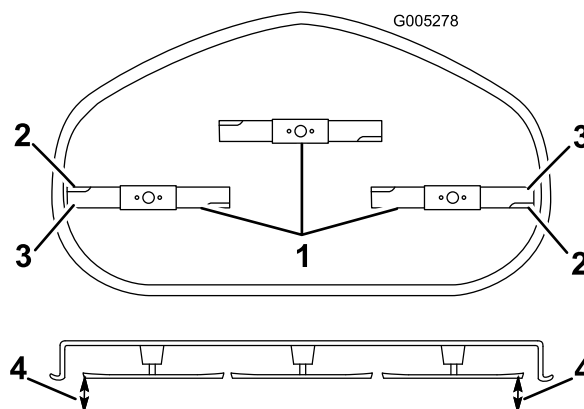

Figura 43
5. Gire cuidadosamente la(s) cuchilla(s) colocándola(s) perpendicularmente al sentido de avance de la máquina (Figura 43). Si hay una diferencia de más de 5 mm entre ambas dimensiones, se requiere un ajuste; siga con este procedimiento.
6. Mida entre los bordes de corte exteriores y la superficie plana (Figura 43). Si hay una diferencia de más de 5 mm entre ambas dimensiones, se requiere un ajuste; siga con este procedimiento.